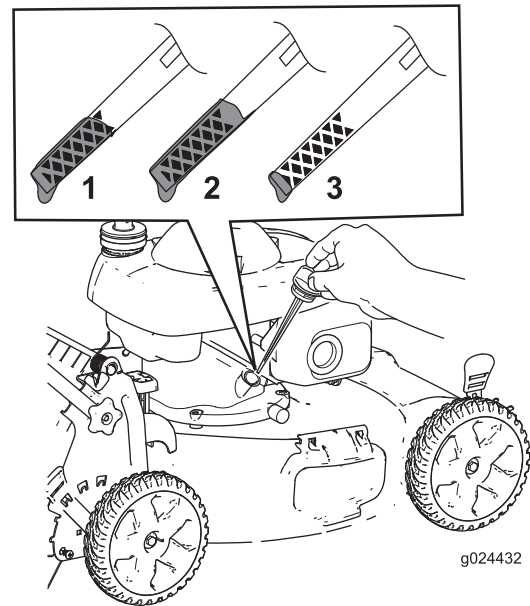

Figura 29
3. Retire la varilla (Figura 29).
10. Observe en la varilla el nivel de aceite (Figura 29).